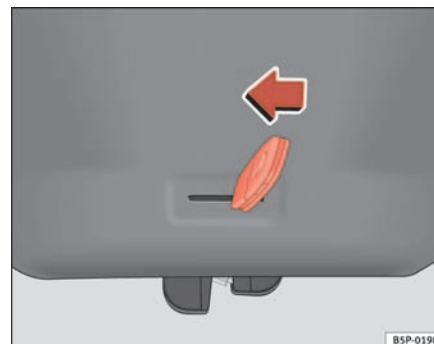

Abb. 70 Heckklappe: Notöffnung
- Stecken Sie den Schlüsselbart in den Schlitz und entriegeln die das Verriegelungssystem, indem Sie den Schlüssel von rechts nach links in Richtung Pfeil ziehen ⇒ Abb. 70. ■